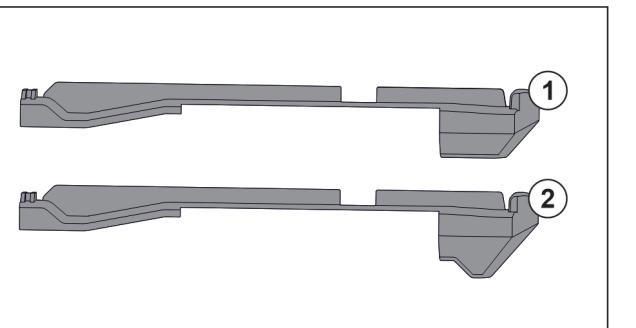

Fig. 52 Сравнение на наставките
В уреда има два вида наставки. Наставката над най-долното чекмедже Fig. 52 (2) има триъгълен ръб. Всички останали наставки Fig. 52 (1) имат прав ръб.
- Поставете наставката Fig. 52 (2) с триъгълния ръб над най-долното чекмедже.
- ▶ Поставете наставка Fig. 52 (1) с прав ръб на всички останали места.